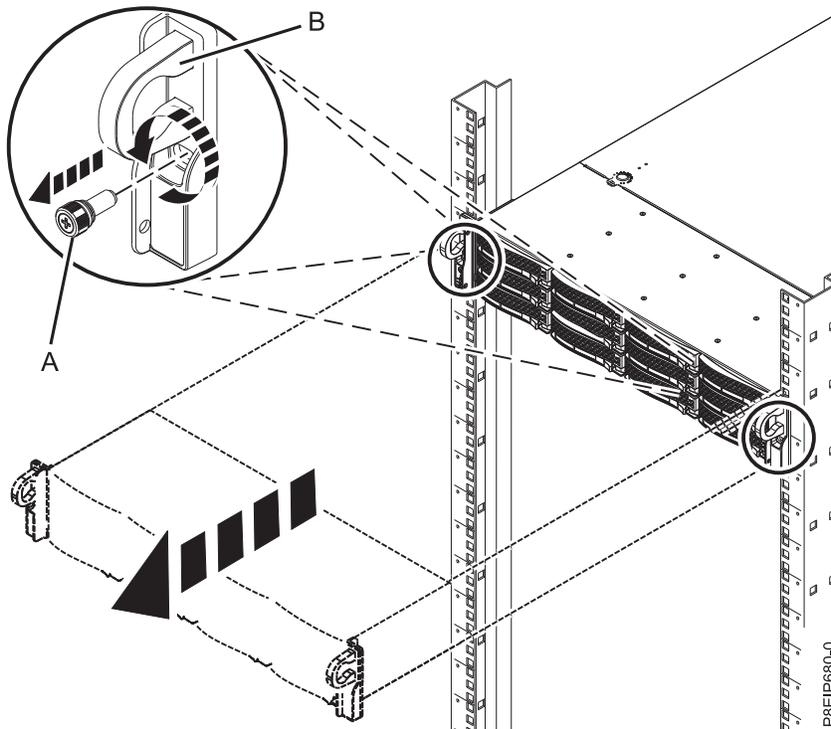

Abbildung 74. Vordere Schrauben entfernen und System aus dem Rack ausbauen
3. Entfernen Sie die vorderen Schrauben (A), mit denen das System an den Seiten am Rack befestigt ist (siehe Abb. 74).